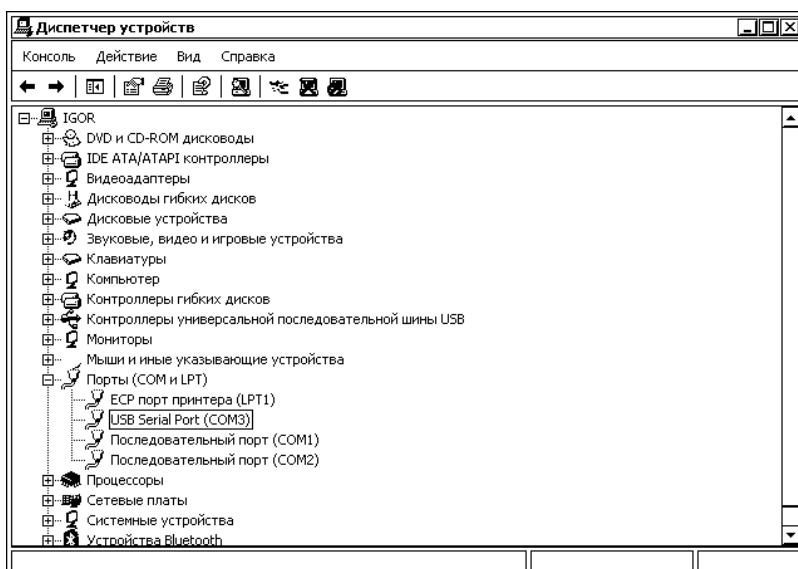

Рис. 42
2. Для проверки правильной установки драйвера, подключите прибор к компьютеру кабелем «USB». Далее зайдите в «Мой компьютер» → «Свойства» → «Оборудование» → «Диспетчер устройств». В списке устройств найдите «Порты (COM и LPT)». В раскрывающемся списке должно появиться устройство USB Serial Port (COM X), где X – номер виртуального COM-порта (Рис. 42).